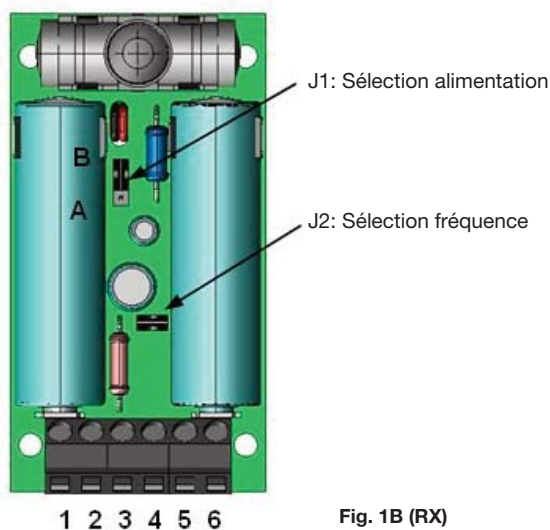

Fig. 1B (RX)
- Effectuer les connexions comme indiqué dans les paragraphes précédents et sélectionner l'alimentation de l'émetteur au moyen du cavalier prévu à cet effet (J1, Fig. 1B):
- Relier au bornier prévu à cet effet (bornes 3 et 4, Fig. 1B) le contact de la tranche ou de la sécurité extérieure à l'émetteur. **Si cette option n'est pas utilisée, ponter les bornes 3 et 4.**
- Relier au bornier prévu à cet effet (bornes 5 et 6, Fig. 1B) le contact de la tranche résistive 8K2 extérieure à l'émetteur. **Si cette option n'est pas utilisée, NE PAS ponter les bornes 5 et 6.**